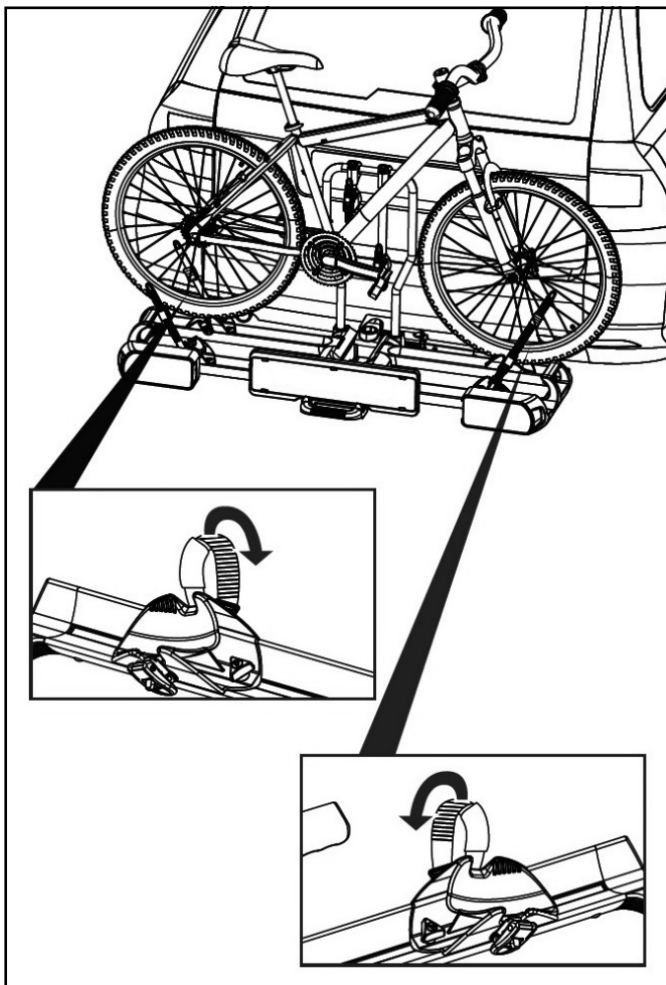
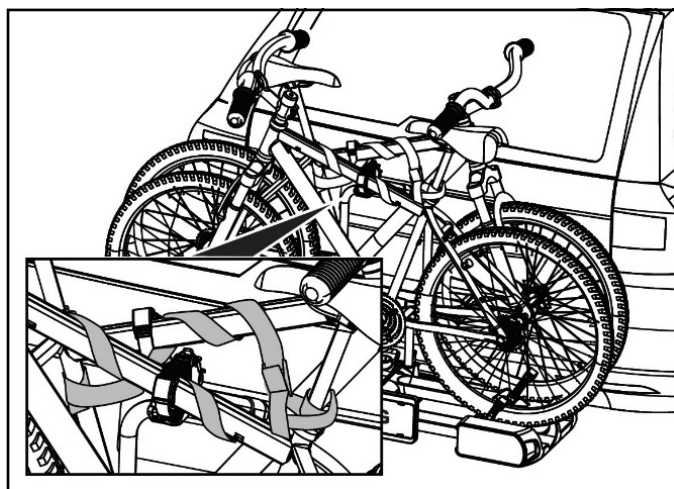

Figura 20: Apertura dei fermaruota
Figura 28: Applicazione della cinghia di sicurezza
- Prima di iniziare il viaggio, controllare sempre che la cinghia sia fissata correttamente e saldamente attorno alle biciclette e alla staffa a U del portabiciclette (figura 28).
- In caso di fissaggio lento, ripetere i passaggi illustrati da figura 20 a figura 28.
- Prima del viaggio, risollevare il portabiciclette (figura 28).